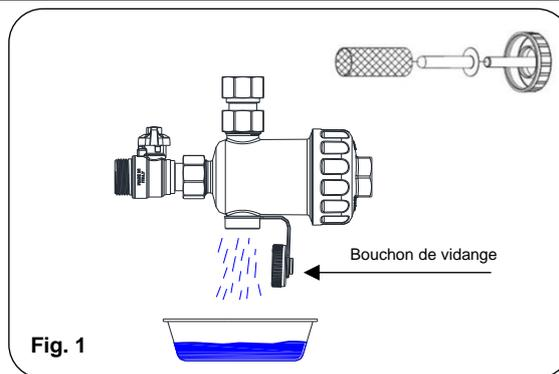
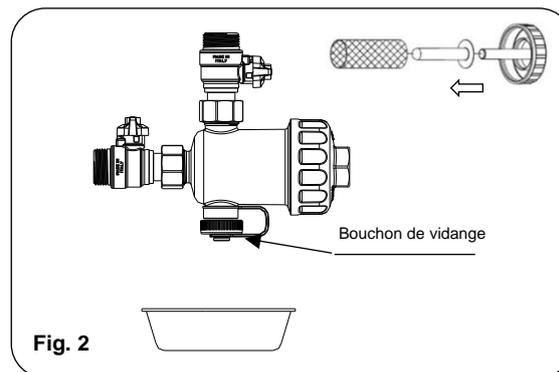
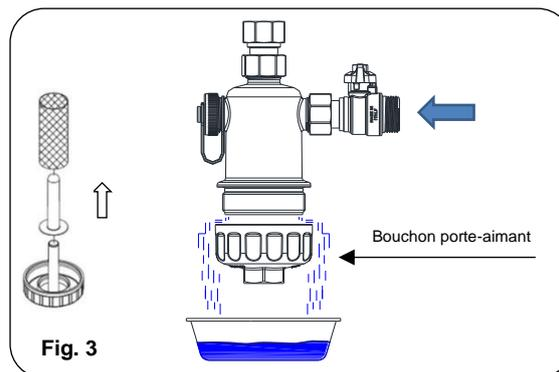
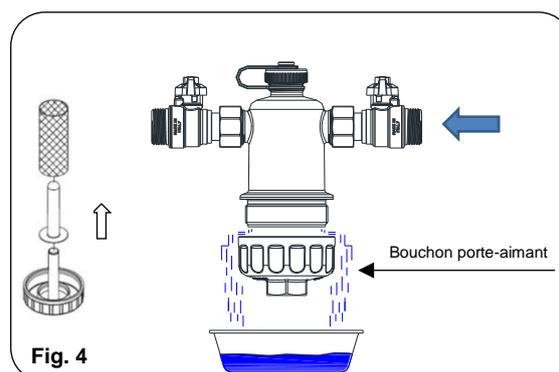

Fig. 1
Fig. 2
Fig. 3
Fig. 4
Isoler le filtre magnétique en fermant la vanne à bille. Dévisser avec précaution le bouchon de vidange inférieur. L'eau se met peu à peu à s'écouler (Fig. 1/ Fig. 2).
En cas d'installation verticale du filtre, avec le bouchon porte-aimant dirigé vers le bas (Fig. 3/ Fig. 4), dévisser directement le bouchon porte-aimant à l'aide d'une clé de 29mm.
**NB:** En configurations d'installation illustrées en Fig.2 et Fig.4, en isolant les deux vannes à bille et en évacuant la pression du filtre par le bouchon de vidange, le filtre peut être entièrement retiré pour faciliter les interventions d'entretien.